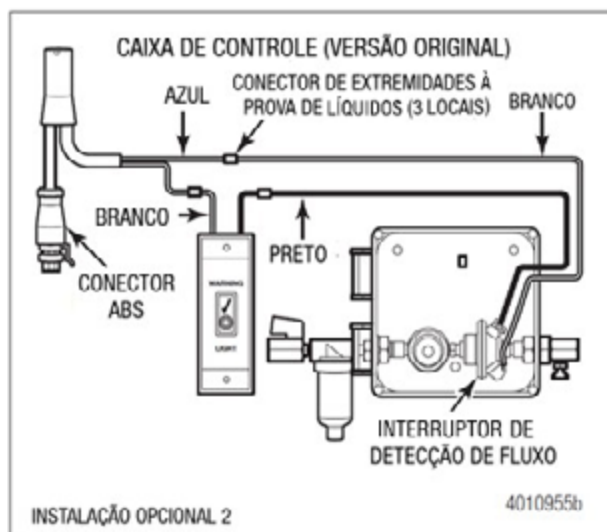
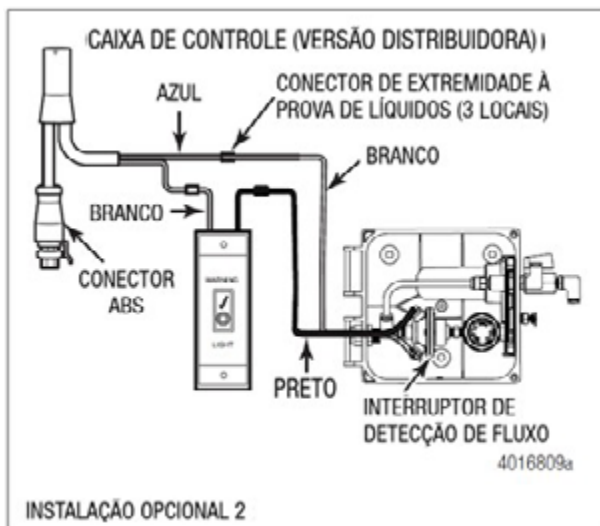

Figura 2.76
Figura 2.77
4. No conector ABS, conecte o fio branco da caixa de controle ao fio azul do conector ABS. Conecte o fio preto da caixa de controle ao fio preto da luz de advertência. Conecte o fio branco da luz de advertência ao fio branco do conector ABS. Utilize conectores à prova d'água em todas as conexões. Figura 2.76 e Figura 2.77.